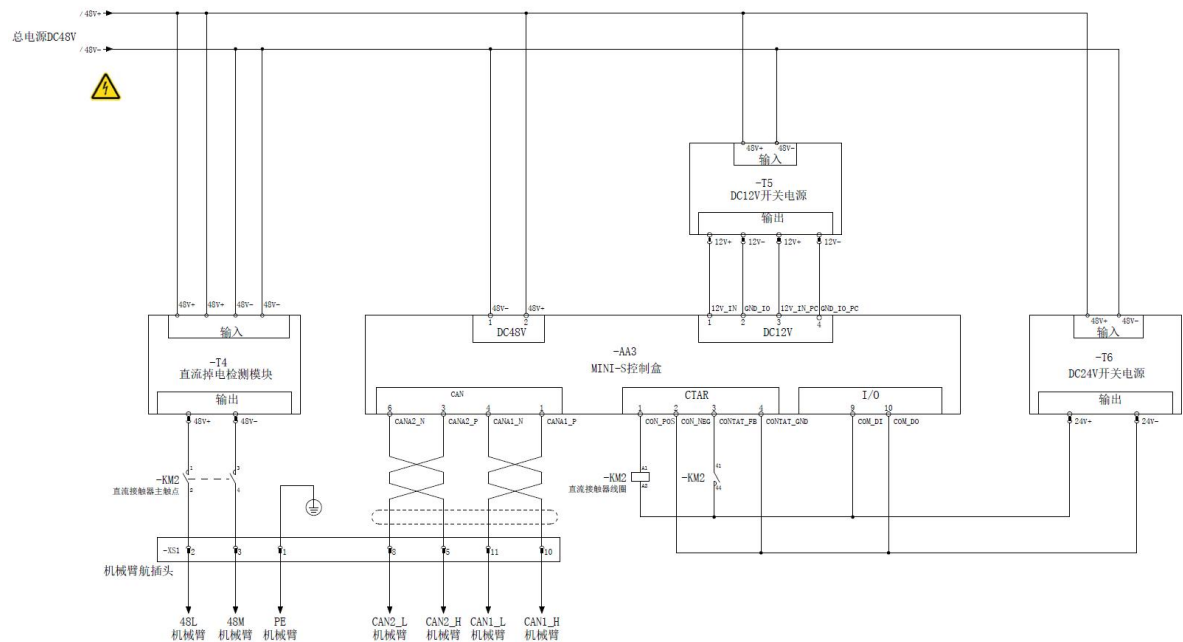

图 5-3 直流控制盒接线示意图
4. 如下图 5-3 所示，将电缆连接到对应的机器人本体、控制盒及 DC-48V 直流电源。